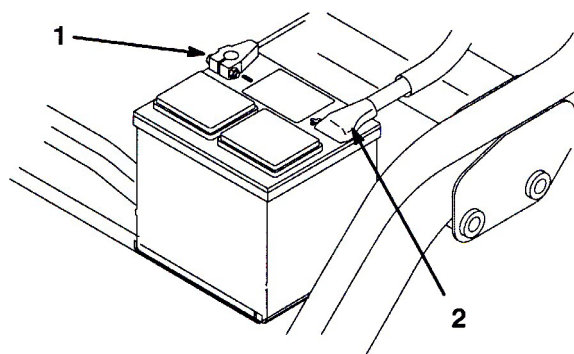

図 6
7. 最初に、赤い (+) ケーブルをバッテリーの (+) 端子に、次に黒いケーブル (-) をバッテリーの (-) 端子にはめ、ボルトとナットで固定する (図 6)。ショート防止のために (+) 端子にゴムキャップをかぶせる。